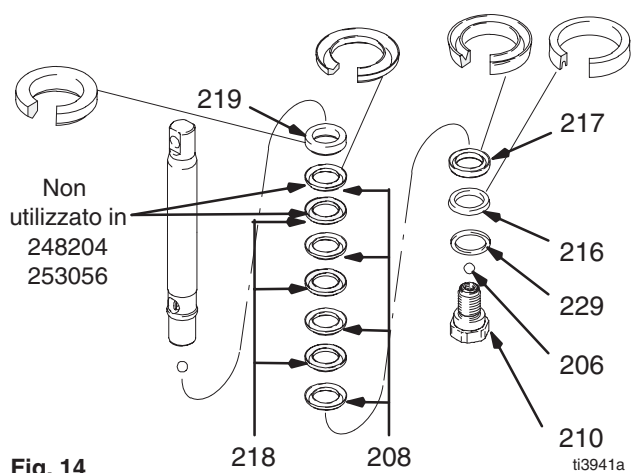

Fig. 14
Fig. 14. Immergere tutte le guarnizioni in cuoio in olio SAE 30W per almeno 1 ora prima del montaggio. Inserire il premistoppa maschio (219) sull'asta del pistone. Impilare alternativamente guarnizioni UHMWPE (208) ed in cuoio (218) (fare attenzione all'orientamento) sull'asta del pistone. Installare il premistoppa femmina (217). Installare il pulitore del pistone (216) e la rondella di riserva (229) (fare attenzione all'orientamento) sulla valvola del pistone (210). Lo speciale tessuto sigillante sulle filettature della valvola del pistone è sufficiente per quattro rimontaggi delle guarnizioni. Utilizzare Loctite® sulle filettature della valvola del pistone dopo quattro ricompressioni.